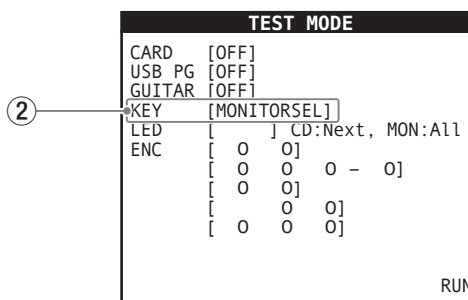

Fig 5
Press the **MONITOR SELECT** button in the function button panel on the top of the unit (Fig. 5-①) to make all the illuminated buttons and indicator LEDs on the unit light.
At this time, while pressing the **MONITOR SELECT** button, Confirm that **[MONITORSSEL]** appears on the **TEST MODE** screen (Fig. 5-②).
TOPパネルの機能ボタンパネルの**MONITOR SELECT**ボタン(Fig5-①)を押すと、全ての照光式ボタンとインジケータLEDが点灯する。
その際、**MONITOR SELECT**ボタンを押している間は、**[TEST MODE]**画面(Fig5-②)に**[MONITORSSEL]**を表示することを確認する。